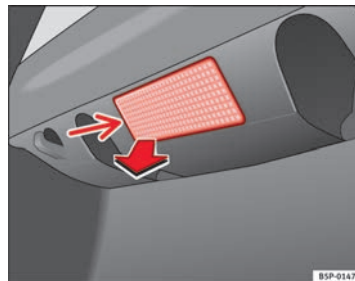

Fig. 206 Éclairage du coffre à bagages
- Retirez la tulipe en faisant pression sur le rebord de la partie intérieure de celle-ci (flèche) à l'aide d'un tournevis plat ⇒ fig. 206. ►